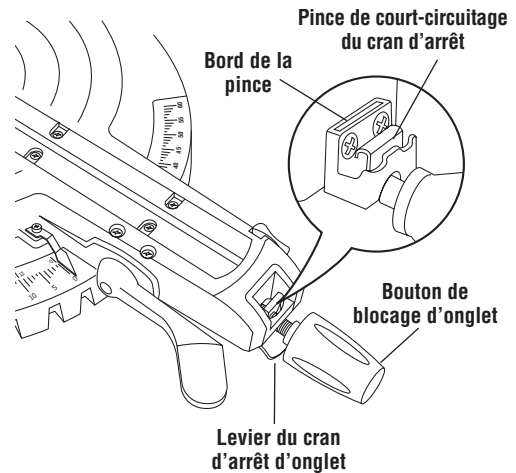

Figure 24. Court-circuitage du cran d'arrêt
2. Poussez la pince de court-circuitage du cran d'arrêt vers l'avant et verrouillez en place par-dessus le bord. Relâchez le levier du cran d'arrêt d'onglet (Figure 24)